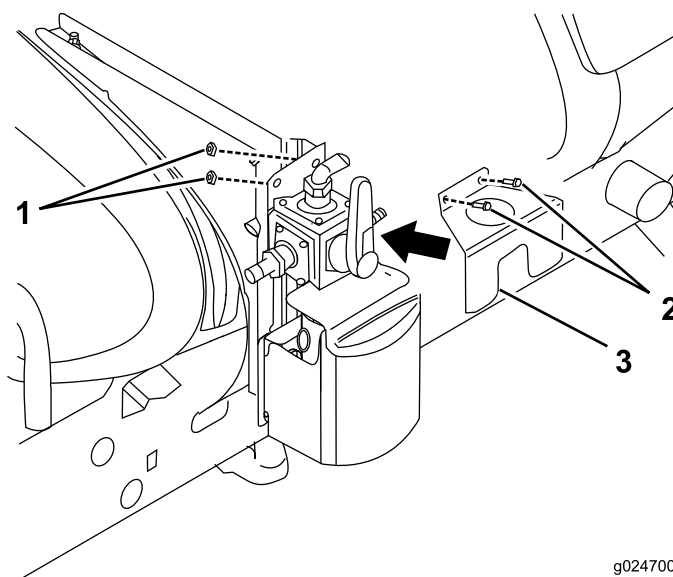

Figura 17
4. Installate la staffa dello sportellino sul gruppo di attacco valvola con 2 bulloni flangiati e 2 dadi flangiati (Figura 17).